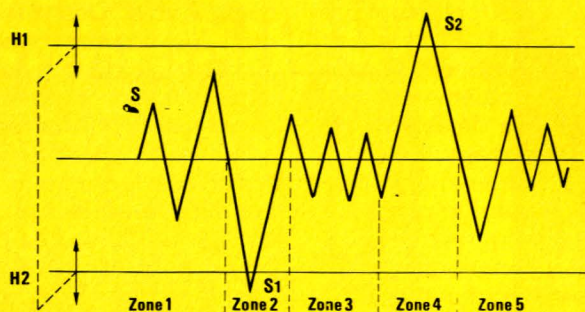

Figure 5
En l'absence de pièce métallique et sur un sol minéralisé, l'oscillation naturelle de la tête fait varier le signal au point (B) entre 2 valeurs ou seuil H_1 et H_2 **figure 5** zones 1, 3 et 5 qui dépendent de la minéralisation du sol, de l'oscillation de la tête par rapport au sol et de la valeur du gain de l'amplificateur. Toute présence métallique entraînera un dépassement des seuils (zones 2 et 4).
Une directivité pas très importante de la tête augmente les performances du système. Pour compenser l'effet de sol, il suffit de posséder une « fenêtre » réglable de façon symétrique par rapport à une tension de valeur fixe, milieu de « fenêtre » ; cette tension doit être indépendante de l'état de minéralisation du sol. Tant que le signal (S), **figure 5**, se trouve situé entre les 2 seuils H_1 et H_2 , (zones 1, 3 et 5), l'appareil reste silencieux. Dès que le signal (S) position (S2) **figure 5**, zone 4, sort de la « fenêtre » par une valeur supérieure au seuil supérieur, il faut se considérer en présence d'une masse métallique non magnétique, et un signal spécifique est déclenché. Dès que le signal (S) position (S1) **figure 5**, zone 2 sort de la « fenêtre » par une valeur inférieure au seuil infé-